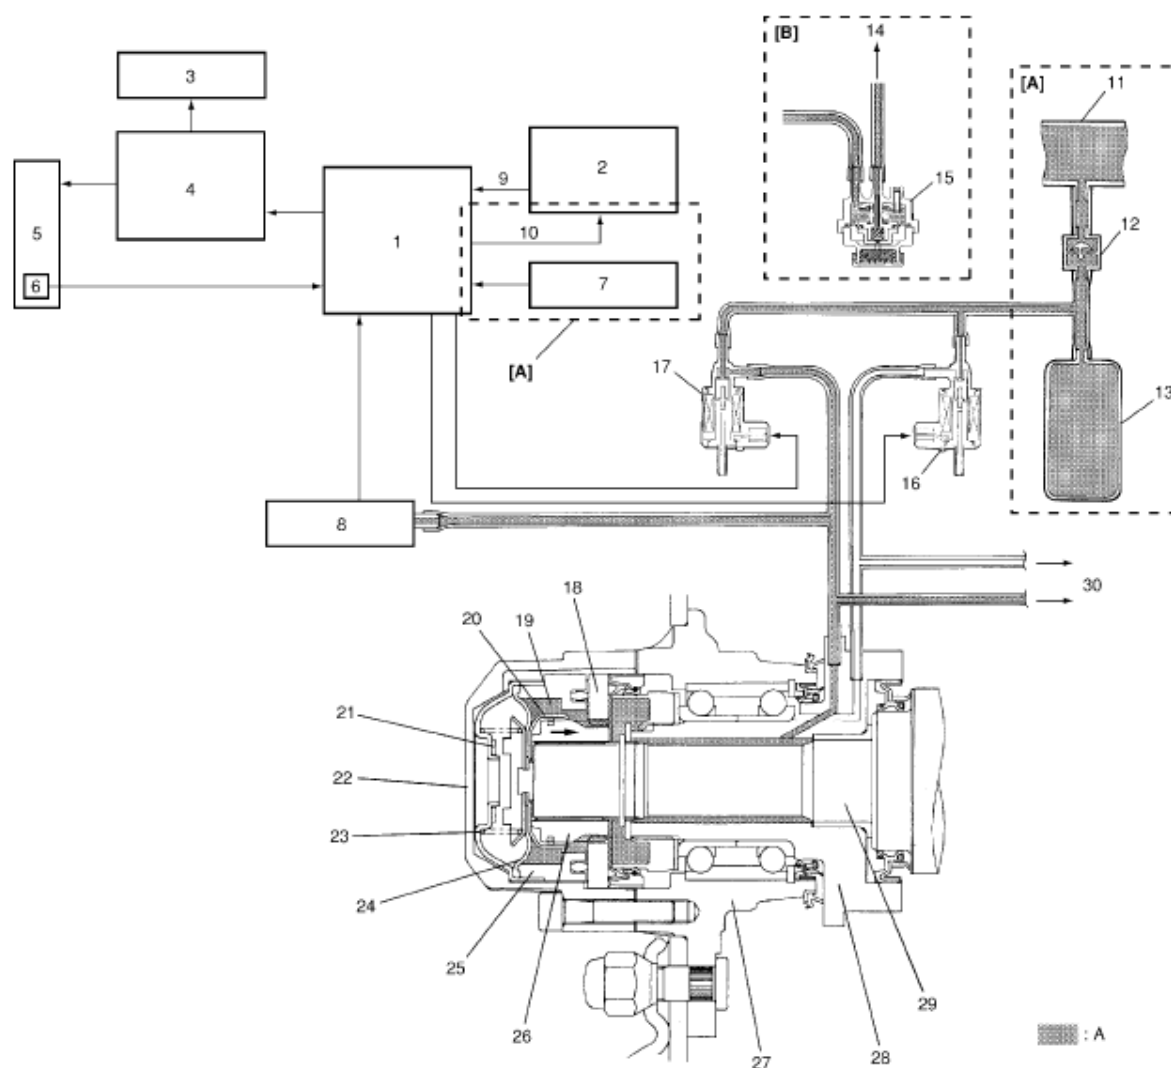

Рис.2 Структурная схема вакуумной системы управления хабами
На рис.2 показаны структура соединений и состав вакуумной системы управления хабами. Рисунок показывает работу системы в режиме подключения или блокировки хабов.
Детальное описание работы вакуумной системы управления хабами (приведенные в отдельных случаях ссылки в скобках соответствуют рис.2)
3. Как уже говорилось, вакуум для системы берется из всасывающего коллектора (11) и поступает через контрольный клапан (12) в ресивер (13). Назначение клапана 12 в сохранении вакуума в системе при неработающем двигателе. Как видно из рис.2 вакуум постоянно присутствует на входах клапанов VSV1 (16) и VSV2 (17). Расположение контрольного клапана и его трубка из всасывающего коллектора в машине показано внизу на рис.4.
6. При получении сигнала от переключателя в раздатке, 4WD контроллер посылает сигнал на открытие VSV2 (17) клапана. Как видно из рис.2, при открытии клапана VSV2 вакуум поступает в хабы и на электромагнитный клапан включения 4WD (8). Если этот клапан фиксирует недостаточный уровень вакуума, то 4WD контроллер закрывает клапан VSV2. В силу инерционности механики хаб при этом не успевает заблокироваться из-за быстрого закрытия клапана VSV2, а также недостаточного уровня вакуума. Если уровень вакуума достаточен, то контроллер посылает импульс 12В в течение 5 сек, чего достаточно для блокировки хабов.
12. Разблокирующий процесс является реверсивным процессом. При нажатии на кнопку 2WD мотор электропривода управления раздаткой возвращает вал на место, отключая передний кардан. Одновременно размыкается переключатель системы 4WD и 12 В от 4WD контроллера отсоединяется от земли. Как только 4WD сигнал от раздатки исчезает, 4WD контроллер посылает сигнал на открытие VSV1 клапана. Сигнал представляет собой 12 В импульс длительностью 10 с, которым клапан VSV1 удерживается в открытом состоянии. При открытии клапана VSV1 посылается вакуум в хабы через разблокирующие трубки, возвращая шестеренки хабов на место, где она дополнительно фиксируется магнитом. Сброс вакуума из трубок, показанных на рис.2 от клапана VSV1 (16) к хабам, производится также через маленький фильтр.